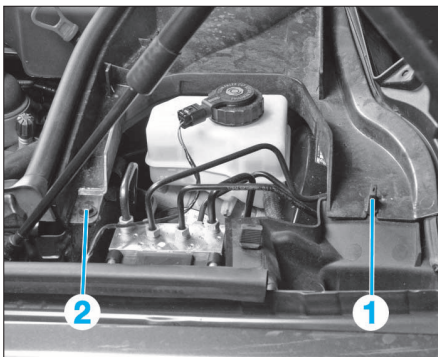

FIG. 4
- Déposer le support de câble d'alimentation (5).
- dégager le pignon (1) (Fig.4)